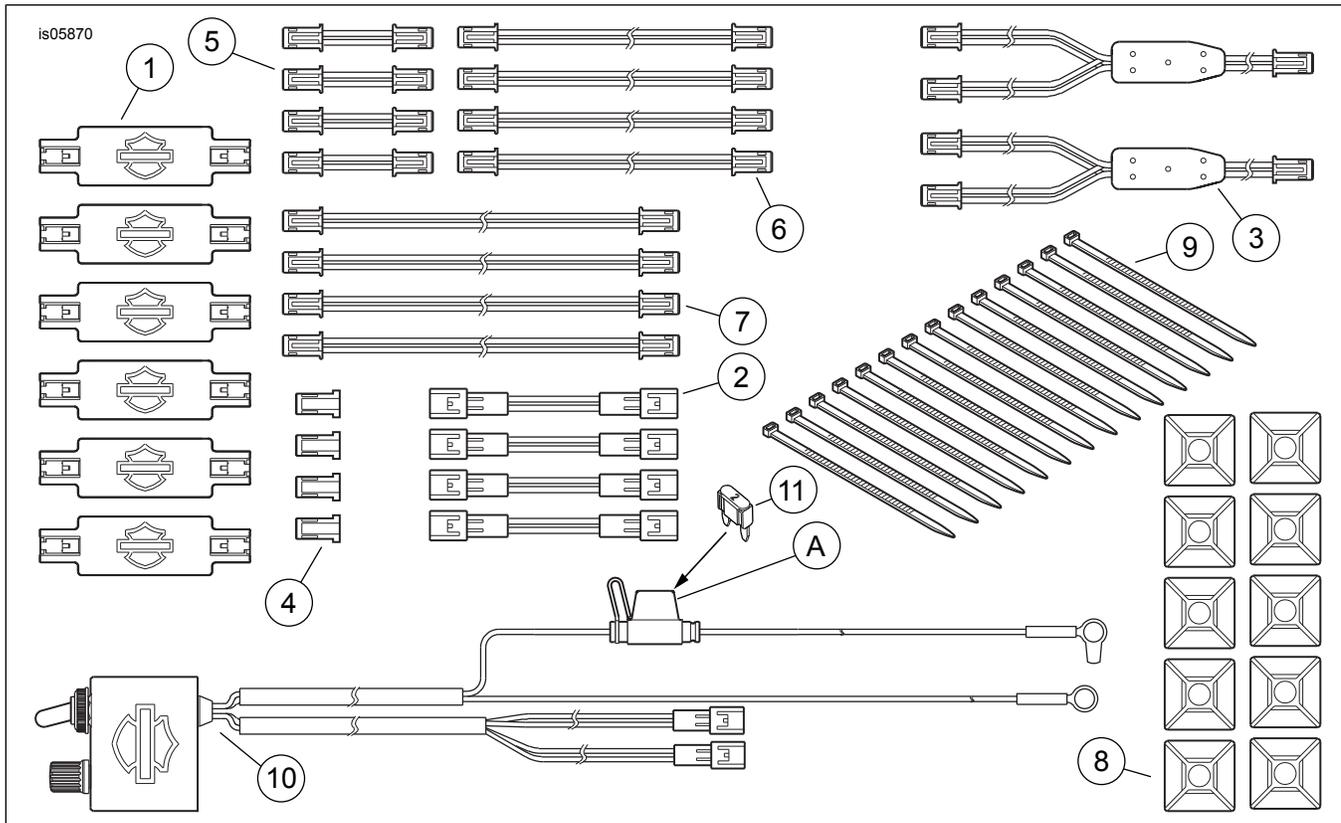
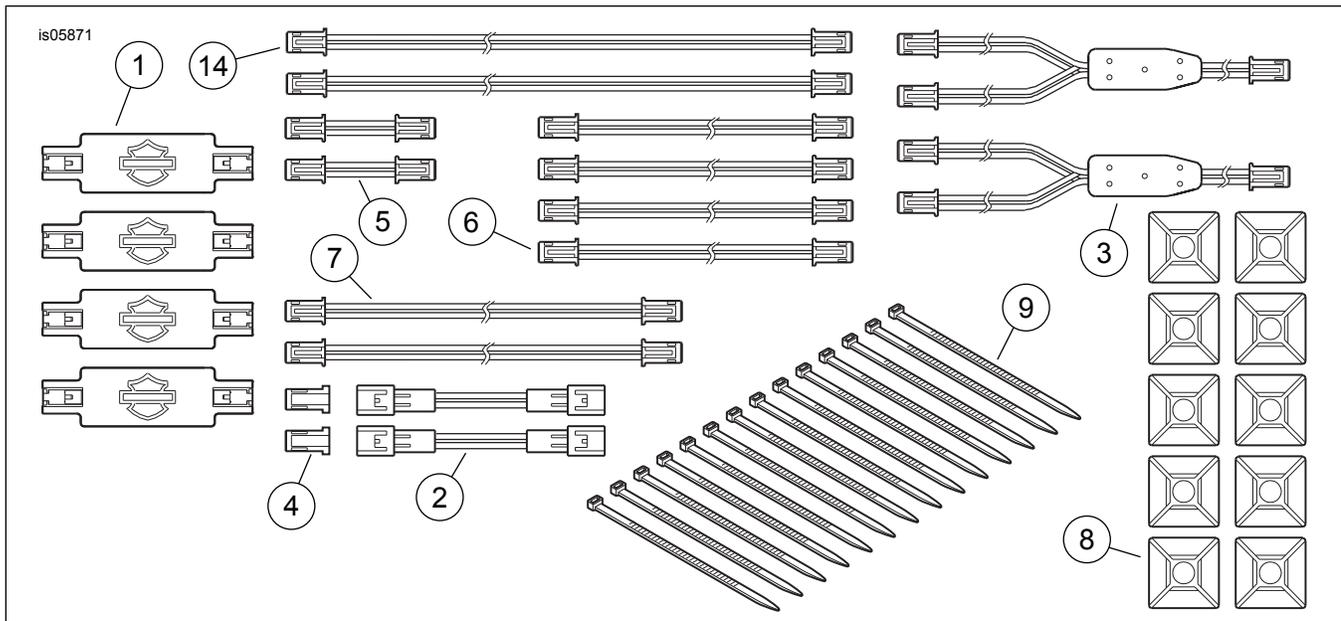

Figura 2. Piezas de servicio, Kits de cápsula de luz Electra-Glo
Figura 3. Piezas de servicio, Kits de expansión de cápsula de luz Electra-Glo
Vea Figura 2, Figura 3 y Tabla 3.
1. Vea Figura 2. Coloque la caja del controlador (10) sobre una superficie plana que permita que los cables conductores rojo (+) y negro (-) lleguen a los bornes de la batería y que el motociclista pueda acceder a los controles (con el vehículo estacionado) y, si es necesario, al portafusibles en línea (A).